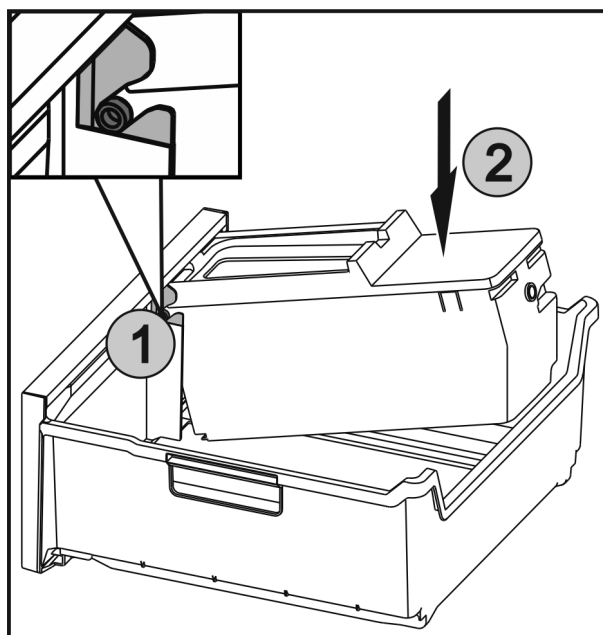

Fig. 58
- ▶ Вставить оси Fig. 58 (1) на EasyTwist-Ice в направляющие и вдавить заднюю сторону Fig. 58 (2) до фиксации накладки.